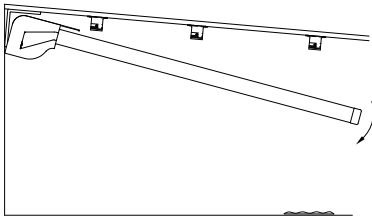
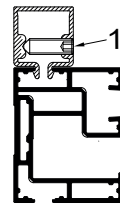

Abb. 24: Einclippen der Führungsschienen
Abb. 25: Führungsschienenhalter mit Klemmschraube
- » Heben Sie die Führungsschienen gleichmäßig an und drücken diese in die schon montierten Führungsschienenhalter. Benutzen Sie gegebenenfalls standfeste Leitern dazu (Abb. 24). **Bei Laibungsmontage mit einem Tuchstützdraht, muss die eingeschobene Gewindeplatte zur Befestigung des Tuchstützdrahthalters, in der Nähe eines mittigen Schienenhalters positioniert werden.** Schrauben Sie die Klemmschrauben (1 – Abb. 25) mit einem 4 mm Innensechskantschlüssel fest.